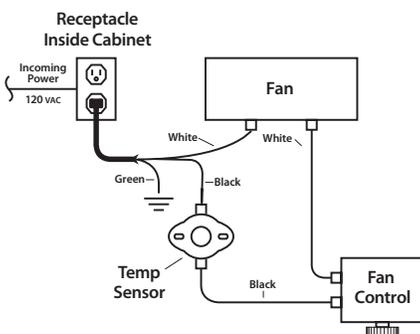

Figure 6 : Câblage Fan
6. Installation de la sonde de température dans l'élément de retenue déjà monté sur le fond de la chambre de combustion. Continuer à câbler le circuit comme le montre la Figure 6. Double contrôle pour être sûr que tout le câblage est correct puis installer le couvercle de la boîte électrique qui est venu avec l'appareil. Remplacer tous les composants et retournez la pause de circuit sur la position.